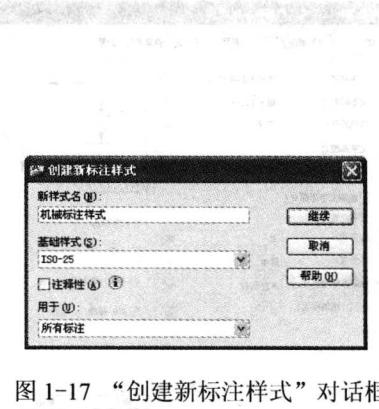

图 1-17 “创建新标注样式”对话框
2. 单击“新建”按钮，弹出如图 1-17 所示的“创建新标注样式”对话框。